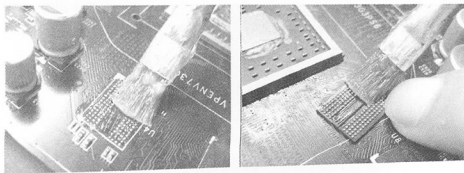

图 4-23 涂焊膏
(5) 在焊盘和锡珠上都涂上适量的焊膏，如图 4-23 所示。